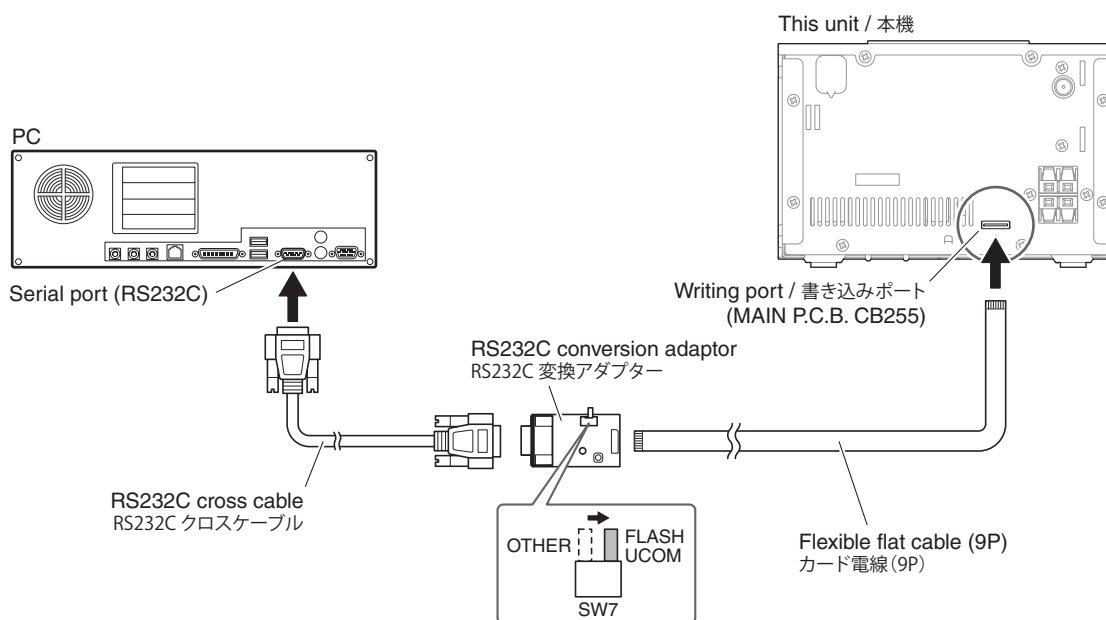

Fig. 1
- 1. Set the switch (SW7) of RS232C conversion adaptor to the "FLASH UCOM" position. (Fig. 1)
- 2. Connect the writing port (CB255 of MAIN P.C.B.) located on the rear panel of this unit to the serial port (RS232C) of the PC with RS232C cross cable, RS232C conversion adaptor and flexible flat cable as shown below. (Fig. 1)
- 1. RS232C 変換アダプターのスイッチ (SW7) を "FLASH UCOM" 側に設定します。 (Fig. 1)
- 2. 本機の書き込み用ポート (MAIN P.C.B. の CB255) と PC のシリアルポート (RS232C) を下記のように接続します。 (Fig. 1)